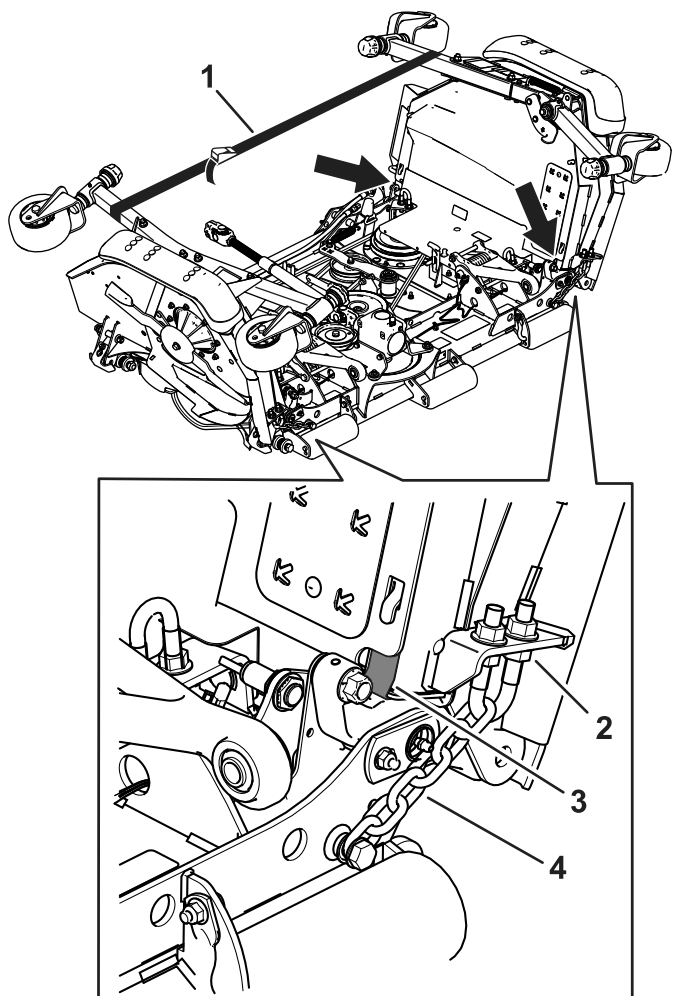

Рисунок 4
- Ослабьте хомут, использованный для транспортировки. Обеспечьте достаточное пространство, чтобы вставить регулировочные прокладки (Рисунок 4).
- Затяните цепи в передней и задней частях деки газонокосилки (Рисунок 4).